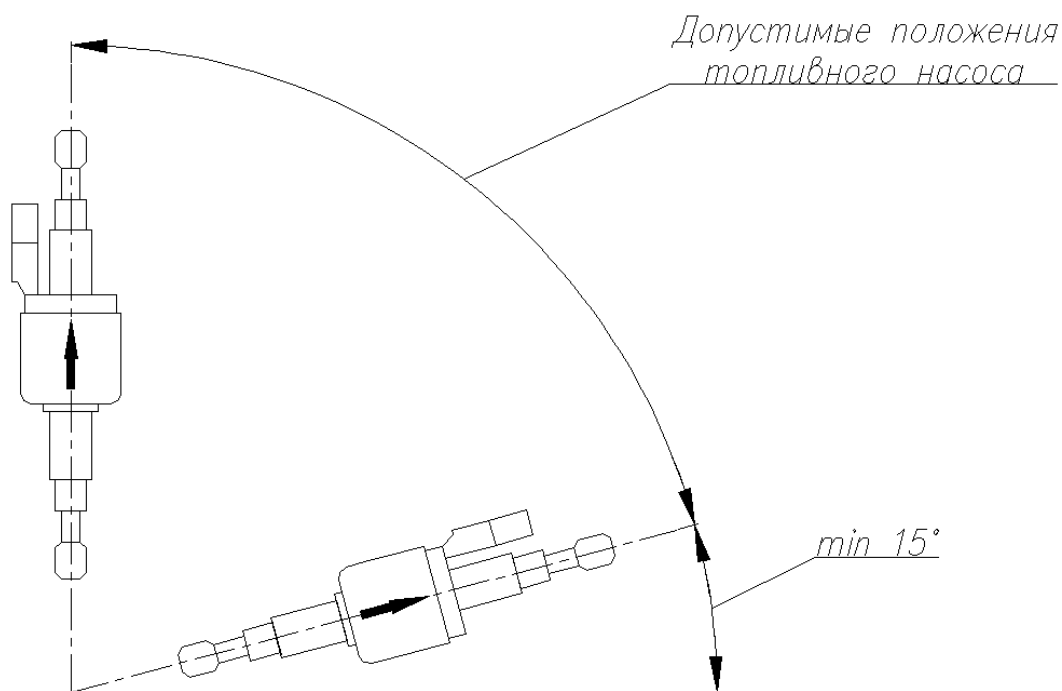

Рис. 6 Допустимые монтажные положения топливного насоса
- ось топливного насоса при монтаже предпочтительней устанавливать ближе к вертикали (см. рис.6);